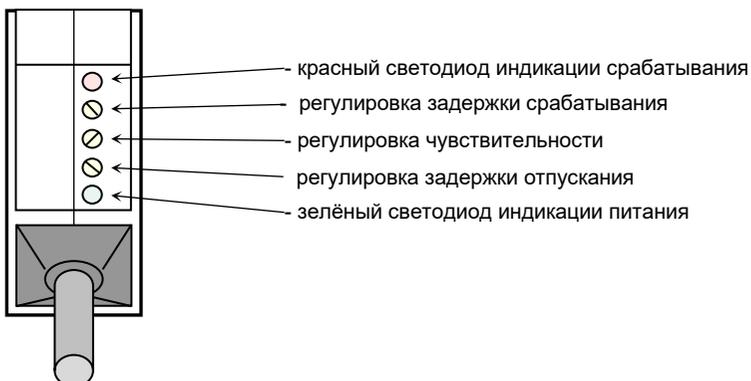

Рисунок 3 - Расположение органов индикации и регулировки
3.8 Органы индикации и регулировки размещены на задней панели выключателя. Их расположение показано на рис. 3.